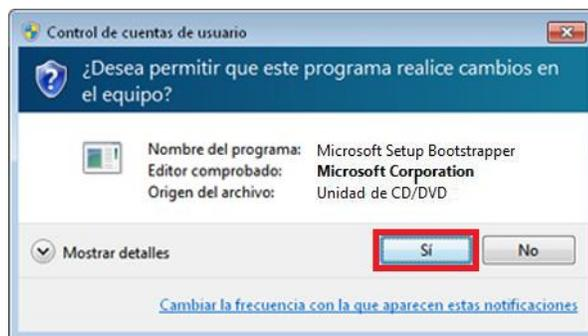

Figura 25 Ventana emergente
3. Si aparece un mensaje en el que se te solicita permiso para continuar, haz clic en 'Sí' y espera mientras se inicia la instalación (figura 25).